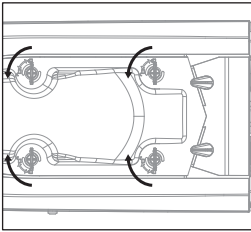
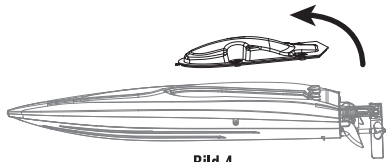

Bild 3
Bild 4
2. Drehen Sie die linke Verriegelungen der inneren Abdeckung nach rechts, drehen Sie die rechte Verriegelungen nach links (Bild 3), dann können Sie die innere Kabinenabdeckung herausnehmen (Bild 4).